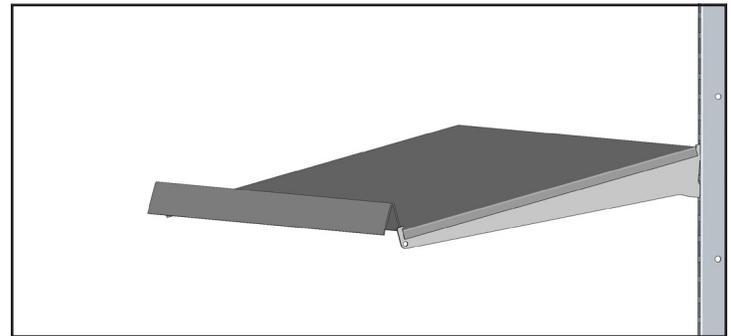

Fig. 5. Instalación correcta de los estantes.
- c. Una vez que el estante haya liberado la lengüeta de soporte, deslice el estante hacia adelante hasta que el frente del estante esté debajo de la lengüeta de soporte del estante. Si se instala correctamente, el estante se apoyará entre las áreas con muescas de los soportes del estante. Consulte la fig. 5.